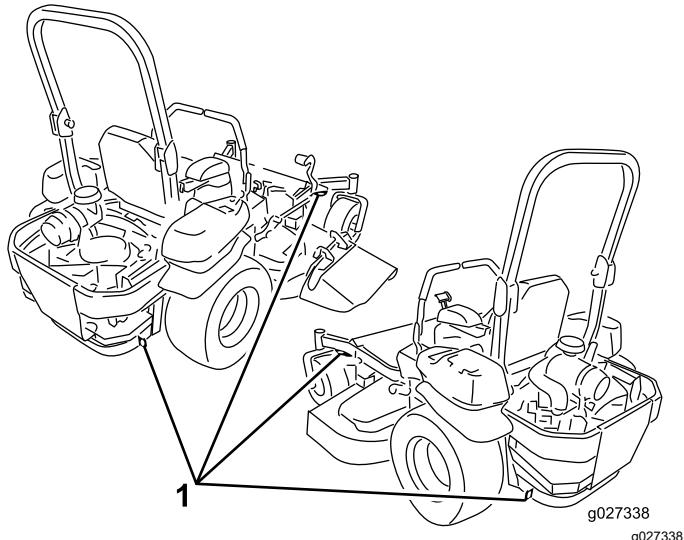

Figura 42
6. Prenda a máquina perto das rodas giratórias frontais e pára-choques traseiro com correias, correntes, cabos ou cordas (Figura 42). Consulte as diretrizes locais relativas a requisitos de dispositivos de fixação.